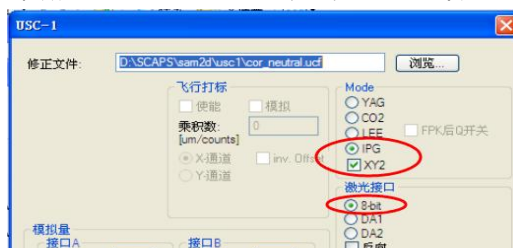

图 19
- 2) Mode 点选 “IPG” 和 “XY2” ; 激光接口点选 “8-bit” 设置完毕后点击确定 (如图 19)